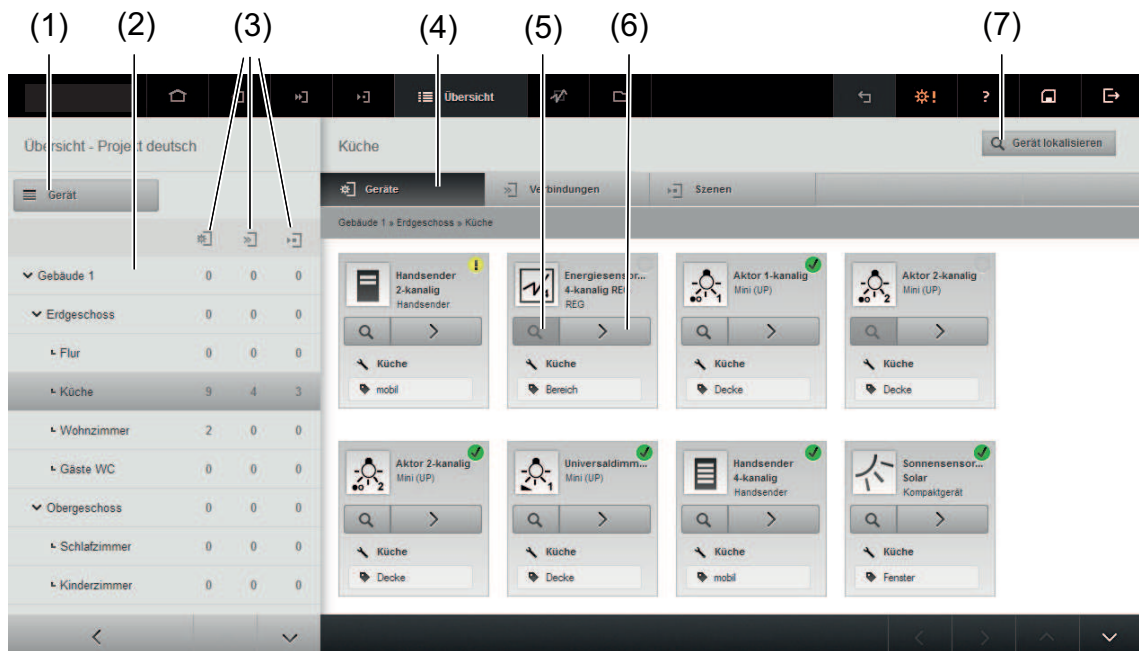

Bild 66: Übersicht – Registerkarte Geräte
- Schaltfläche **Gerät lokalisieren** wählen (Bild 66).
- Schaltfläche  in der Gerätekachel wählen (Bild 66).
- Schaltfläche **Lupe** in der Gerätekachel des zurückgesetzten Gerätes wählen (Bild 66). Das Fenster **Erreichbarkeit der Geräte** erscheint.